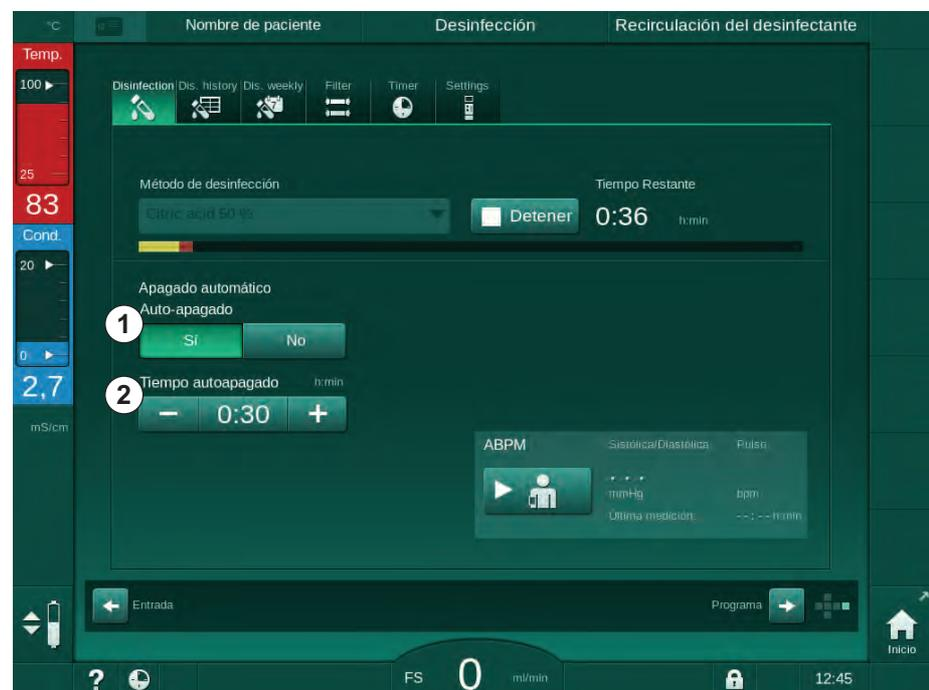

Fig. 7-16 Desinfección en curso - *Desconexión automática* activada
Después de seleccionar la pantalla de desinfección, se indica el preajuste para *Auto-apagado (Sí o No)* así como el tiempo máximo de retardo si *Sí*. El ajuste para la función se puede modificar en cualquier momento antes o después de iniciar la desinfección pulsando *Auto-apagado, Sí o No* (Fig. 7-16, ① ).